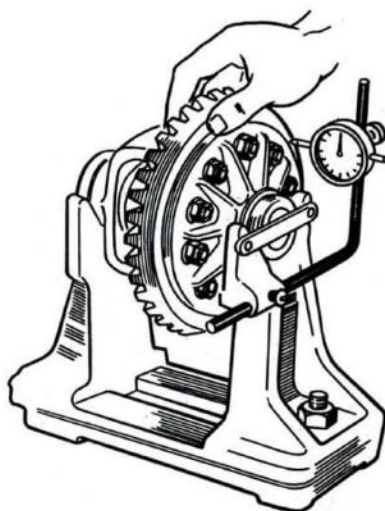

Рис. 3.63. Проверка биения затылка ведомой шестерни
- проверить биение затылка ведомой шестерни, установив дифференциал в приспособление (рис. 3.63), биение не должно превышать 0,06 мм. Если оно превышает эту величину, снять ведомую шестерню и установить вновь на коробку, повернув на пол-оборота и проверить биение вновь;